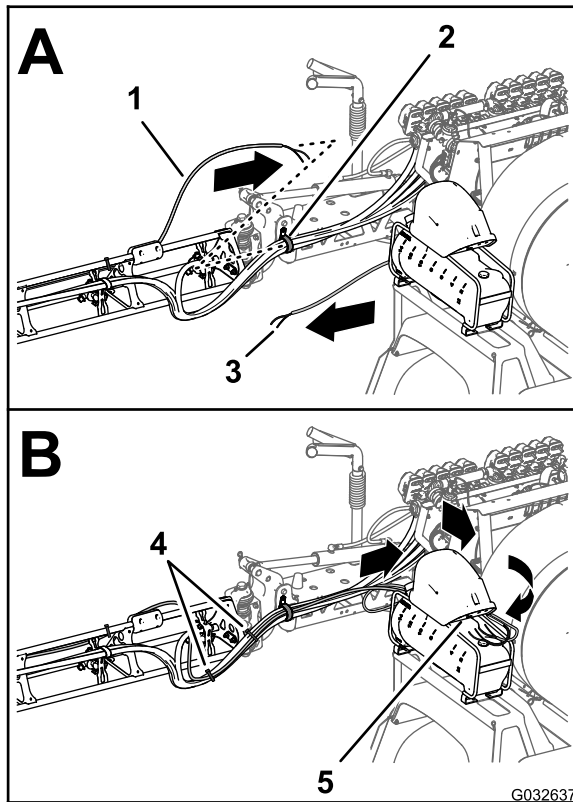

Figura 173
1. Disponete i tubi per gli ugelli della schiuma nella sezione delle barre di sinistra e destra, verso l'interno e attraverso il serratubi a R accanto al punto di articolazione per ciascuna sezione della barra esterna (Figura 173).
2. Disponete i tubi in avanti e lungo il lato interno del compressore del serbatoio (Figura 173).
11. Fissate le tubazioni del tracciafile schiumogeno ai flessibili dell'ugello dell'irroratrice con 2 fascette per cavi (Figura 173).